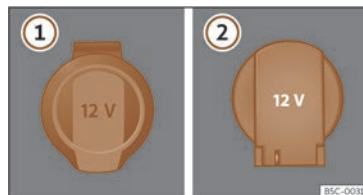

Fig. 141 Presa de corrent de 12 volts: ① a l'interior del reposabraços davanter, ② al maleter.
- Aixequeu la tapa de la presa de corrent >>> **fig. 141 ①**.
- Aixequeu la tapa de la presa de corrent >>> **fig. 141 ②**.